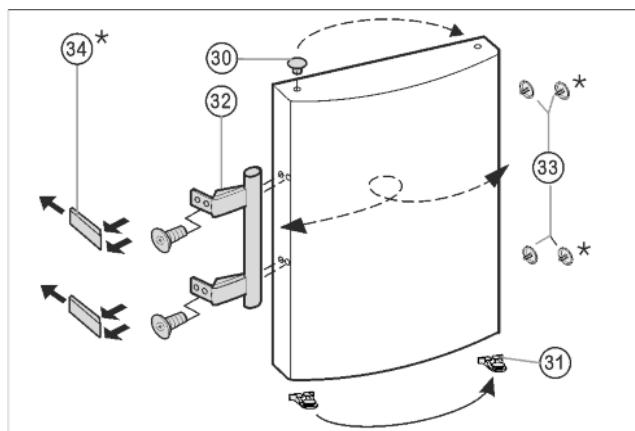

Fig. 8
- ▶ Izvadite čepove Fig. 8 (33) iz čahura ležaja vrata i premjestite ih.
- ▶ Skinite ručku na vratima Fig. 8 (32), čepove Fig. 8 (33) i pritisne ploče* Fig. 8 (34) i premjestite ih na suprotnu stranu.